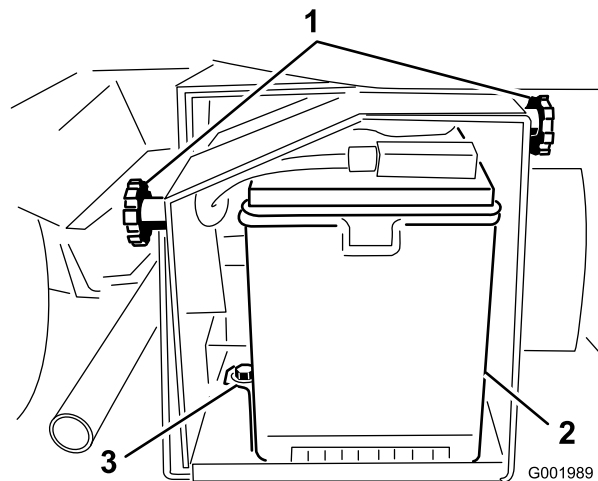

図 53
2. バッテリー・ボックスのノブ(図 53)をゆるめ、カバーを外す。
5. バッテリー・リテーナと固定金具を外す（図 53）。
2. バッテリー押さえを元通りに取り付ける（図 53）。
4. バッテリーカバーを元どおりに取り付けノブで固定する（図 53）。
1. バッテリー・ボックスのノブ（図 53）をゆるめ、カバーを外す。